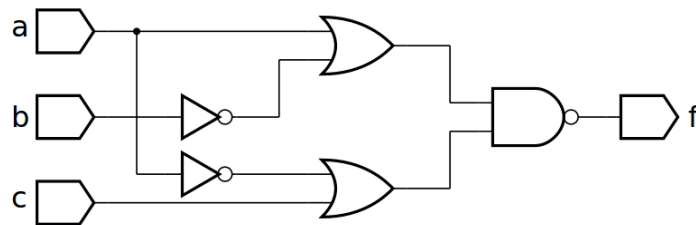
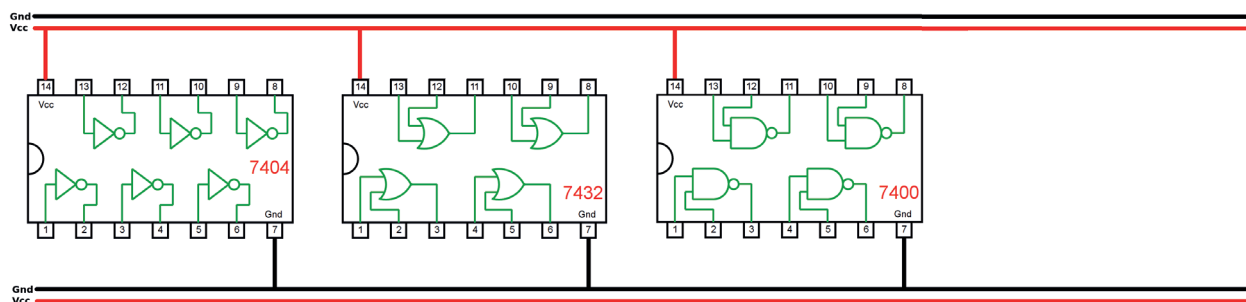

Figura 5.36 – Diagrama esquemático.
Figura 5.37 – Disposição dos componentes (TTL) para a placa de montagem.
1. Complete as ligações na figura 5.37 ou 5.38 de acordo com a figura 5.36.
5. Utilize um programa de simulação em computador (SmartSim, Atanua, Qucs) faça a simulação do circuito da figura 5.36. Compare os resultados com a tabela 5.16.
6. Escreva a equação booleana do circuito da figura 5.36 e simule no programa para o Arduino.